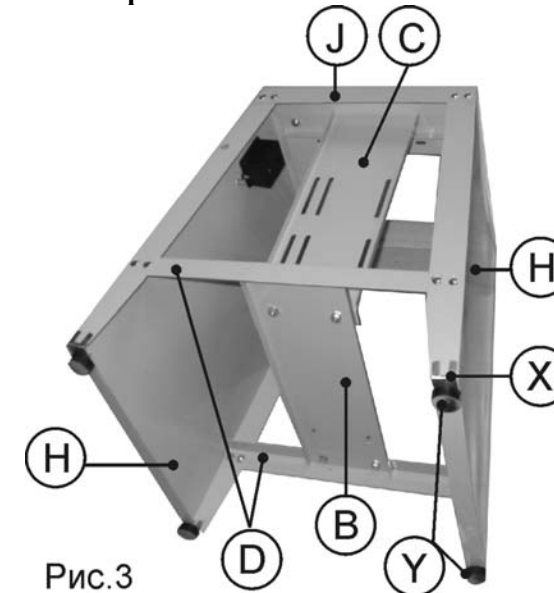

Рис.3
- 8.1.1. Установить четыре накладки (X) и четыре подушки (Y) на передней и задней панелях (H) Рис. 3.
8.1.2. Соединить переднюю и заднюю панели (H) двумя нижними уголками (D) при помощи болтов с квадратными подголовками шайб и гаек Рис. 3.
8.1.3. Установить верхнюю плиту (J) и закрепить ее при помощи болтов с квадратными подголовками шайб и гаек Рис. 3.
8.1.5. Установить нижнюю плиту (B) при помощи болтов с квадратными подголовками шайб и гаек Рис. 3.